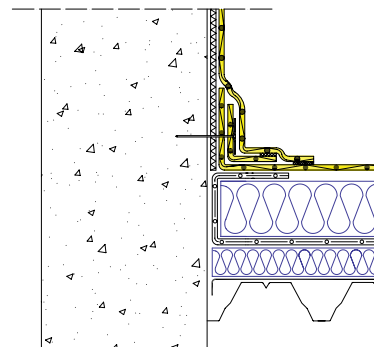

Fig.5: Princip for kantfixering med påsveist flip
- Særlig ved gesims/parapeter er det viktig at folien monteres slik at blafring unngås. Dette kan sikres ved å sveise en flip på baksiden av murkronefolien og montere metallskinnen sammen med flippen. Se fig.5.